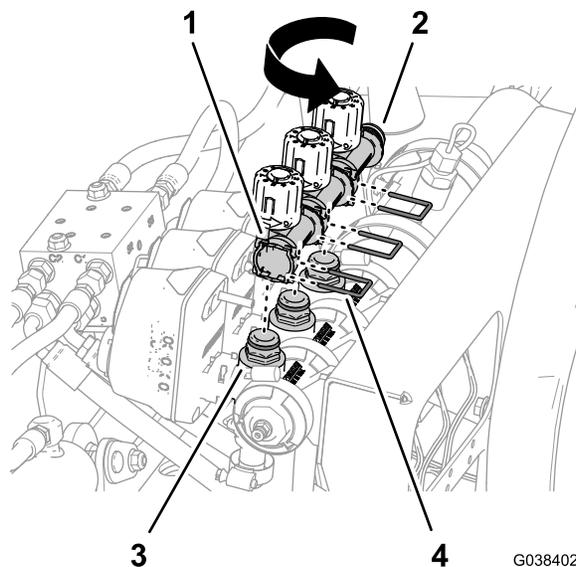

図 85
5. バイパスマニホールドを180°回転させて散布バルブマニホールドにある3つのクイックコネクソケットに載せる 図 85。
6. バイパスマニホールドを散布バルブマニホールドのクイックコネクソケットに固定する 図 85に固定するステップ 3で外したリテーナ3個を使用する。